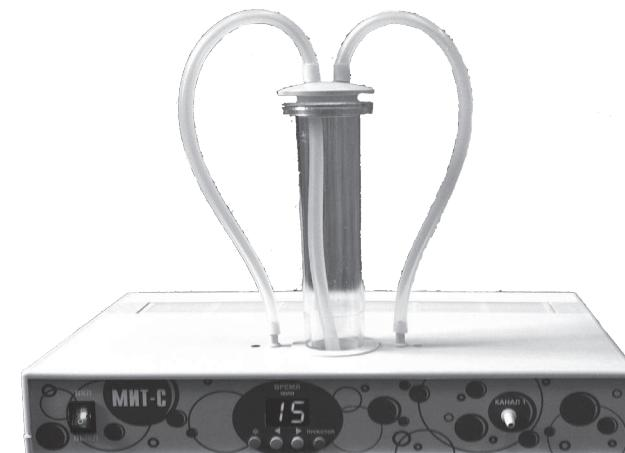

Рис.1
1.1 Аппарат «МИТ-С» (рис.1) предназначен для приготовления синглетно-кислородной смеси (СКС), путем активации паров очищенной воды ультрафиолетовым (УФ) излучением в постоянном магнитном поле и дополнительной активации оптическим потоком красного спектра (ОПКС). Полученная смесь используется для проведения синглетно-кислородных ингаляций, активации воды (водных растворов), приготовления синглетно-кислородных коктейлей или пенок.
4.1 Аппарат МИТ-С (рис.1) состоит из блока электронного, одной колбы для приготовления пароводяной смеси, трубы силиконовой, распылителя, наконечников ингаляционных. Внутри блока электронного установлен активатор синглетно-кислородной смеси, который состоит из двух ламп низкого давления Philips TUV 4W*, 14 светодиодов L-7113SEC-H** корпорации Kingbright красного диапазона оптического спектра и постоянного магнита марки 22PA220 (технические условия ПЯО.707.432 ТУ)***. Корпус электронного